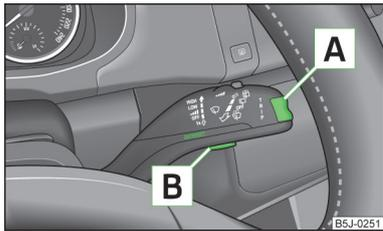

Abb. 24
- Das Hauptmenü (**HAUPTMENÜ**) wird durch langes Drücken der Wipptaste **A** » Abb. 24 aktiviert.
- Wenn im Display Warnmeldungen angezeigt sind, müssen diese Meldungen durch kurzes Drücken der Taste **B** » Abb. 24 bestätigt werden, um das Hauptmenü aufzurufen.
- Wenn im MAXI DOT-Display Warnmeldungen angezeigt sind, müssen diese Meldungen mit der Taste **[B]** **» Abb. 24 auf Seite 34** bestätigt werden, um das Hauptmenü aufzurufen.